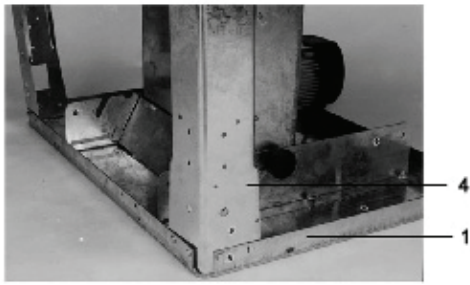

Fig. 4
- Luați patru șuruburi cu capul hexagonal M6x16, patru șaibe M6 și patru piulițe M6 cu care montați componentul 4 pe componentul principal 1. Nu strângeți prea tare șuruburile (v. fig. 4).